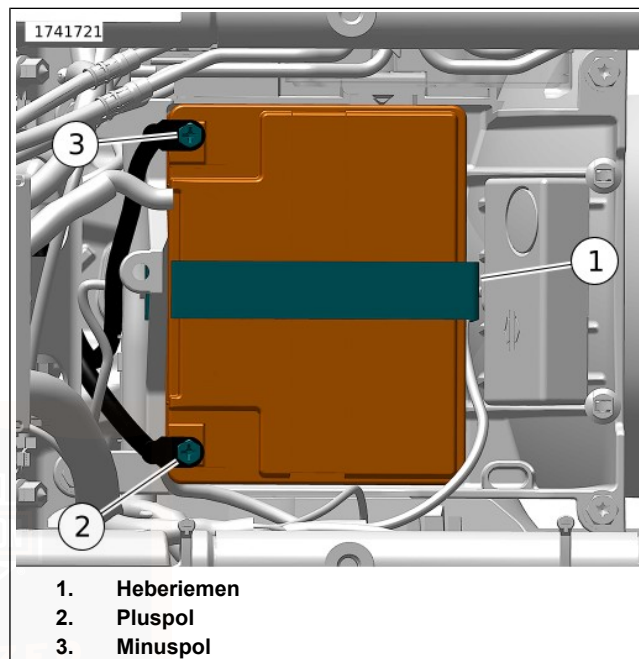

Abbildung 117. Batteriefach
10. Siehe Abbildung 117 . Beide Batteriepolverschrauben (2, 3) lösen, den Minuspol der Batterie zuerst.
11. Den Batterieheberiemen (1) nach oben ziehen, um die Batterie anzuheben. Wenn die Batterie weit genug angehoben wurde, um sie gut fassen zu können, Batterie greifen und komplett ausbauen.
3. Siehe Abbildung 117 . Die Batterie mit der Kontaktseite nach vorne in die Batteriegrundplatte einsetzen.